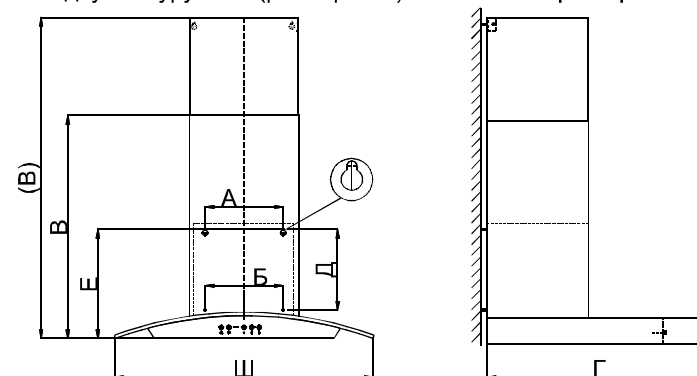

РИС. 3
6.1. Крепление вытяжного зонта (рис.3):